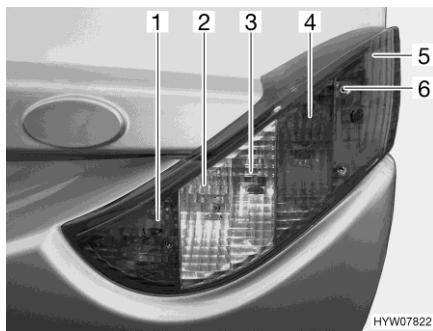

Fig. 198 Luce posteriore (lato anteriore)
- Svitare le tre viti ad esagono cavo (Fig. 198,6).